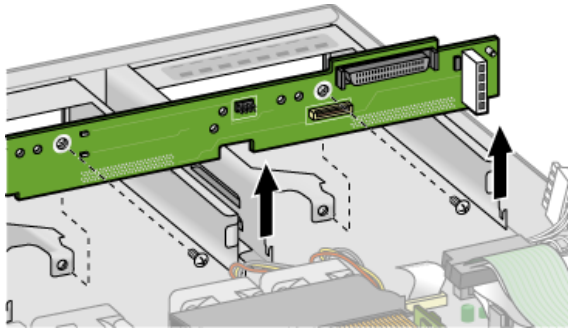

图 3-13 拆除 SCSI 底板
8. 向上提起 SCSI 底板，然后将其拉出底盘（请参见图 3-13）。